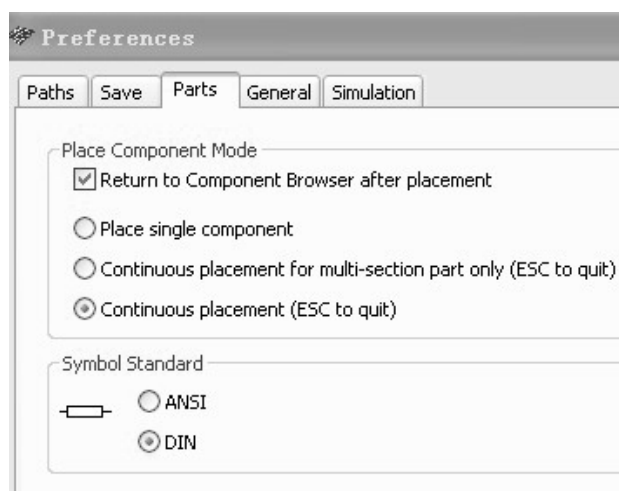

图 1.2 界面基本设置
① 单击主菜单中的“选项”命令，点击第一项“Global Preferences”，打开设置对话框如图 1.2 所示，默认打开的“parts”选项下有两栏内容：“放置元件方式”栏，建议选中“连续放置元件”；“符号标准”栏，建议选中“DIN”，即选取元件符号为欧洲标准模式。以上两项设置完成后按“确定”按钮退出。